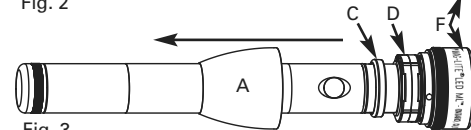

Fig. 3
et 4), faire glisser la collerette le long du corps de la lampe (B) pour accéder à la bague d'alignement (C sur les Fig. 3 et 4), régler le faisceau jusqu'à obtenir un point aussi petit que possible en utilisant l'anneau de réglage (D dans les Fig. 3 et 4), puis en déplaçant la bague d'alignement (C) jusqu'à obtenir un réglage parfait. Détail des étapes :
- Après avoir fait glisser la collerette (A) le long du corps de la lampe (B) comme sur les Fig. 3 et 4, allumez la lampe. Juste derrière la bague moletée (E) se trouve un grand anneau de plastique appelé anneau de réglage (D). En tournant l'anneau de réglage (D) dans un sens ou dans l'autre, réglez la largeur du faisceau jusqu'à obtenir un point aussi petit que possible. Une fois le réglage effectué, repérez le petit anneau de plastique appelé bague d'alignement (C), que vous utiliserez pour régler l'alignement du faisceau. Tenez le corps de la lampe (B) dans votre main droite (voir Fig. 4), prenez la bague d'alignement (C) dans différentes directions et observez l'effet que cela a sur le point lumineux. Vous verrez que le point lumineux se déforme ou s'arrondit. Repérez la position qui permet d'avoir un point aussi rond que possible, et vous aurez correctement aligné le faisceau. Laissez la bague d'alignement (C) dans cette position.
- Après avoir trouvé le meilleur alignement, éteignez la lampe et serrez la collerette (A) dans sa position initiale, à l'arrière de la tête de la lampe. Faites tout d'abord remonter la collerette (A) le long du corps de la lampe (B) jusqu'à l'arrière de la bague moletée (E). Si vous